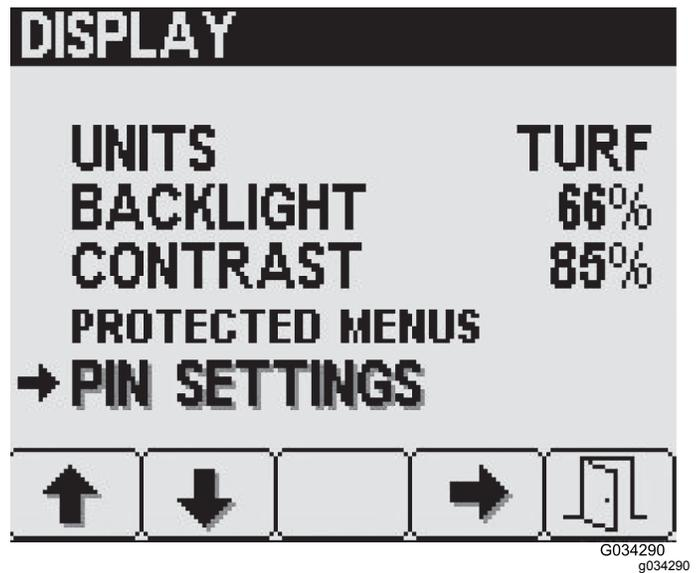

Рисунок 24
- С помощью кнопки 2 на экране Display (Дисплей) перейдите к пункту PIN Settings (Настройки ПИН-кода) и нажмите кнопку выбора 4 (Рисунок 24).
- С помощью кнопки 2 на экране Display (Дисплей) перейдите к пункту PIN Settings (Настройки PIN-кода) и нажмите кнопку выбора 4 (Рисунок 24).